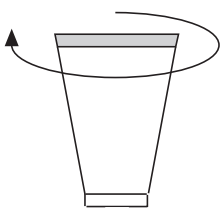

Abb. 4
- 1 - Den Düsenschutzring abschrauben (Abb.4).